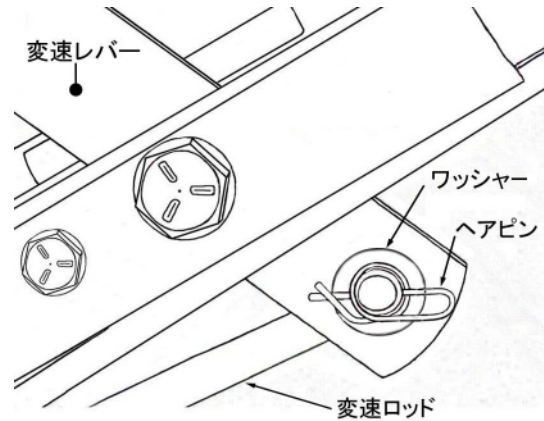

図 3-8
4. 変速ロッドの先端にワッシャーを入れ、穴にヘアピンを差し込んでとめます。(図 3-8)